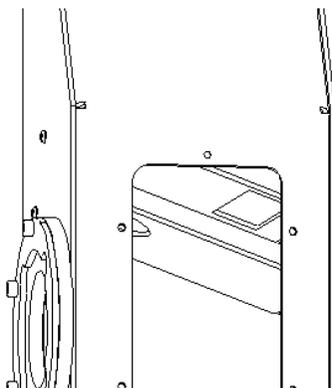

Figura 52 – Deflectores de Fumos no interior da caixa de fumos
- No interior da Caixa de fumos (Figura 52) é possível verificar duas chapas deflectoras de fumos que necessitam de ser removidas para garantir a correta manutenção da chaminé.